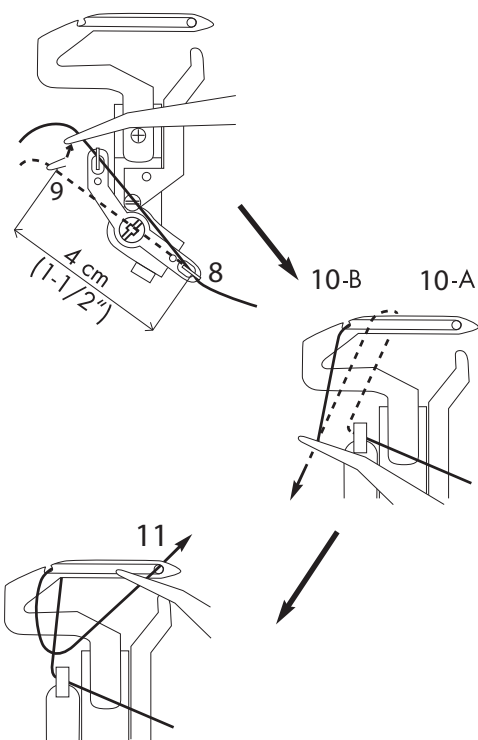

Fig. 23
6. Țineți bine firul la cca 4 cm de ghidaajul firului cu penseta (fig. 23).
8. Trageți firul în sus în ghidaajul de fir (9).
9. Ghidaajți firul în spate și peste capătul superior al graifărului inferior ⑳ (10A) (fig. 23).
10. Apoi, trageți cu grijă firul în jos astfel încât să alunece în decupajul graifărului (10B) (fig. 23). Pentru acest pas utilizați și desenul atașat pe mașină!
11. Ghidaajți firul prin urechea graifărului (11). Firul trebuie să se deruleze în canalul graifărului inferior ⑳ (fig. 23).